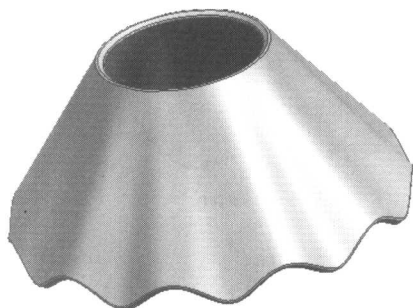

图1-7
6. 使用【边倒圆】功能，对加厚特征的所有棱边进行倒圆角，圆角半径为“2”，结果如图 1-7 所示。